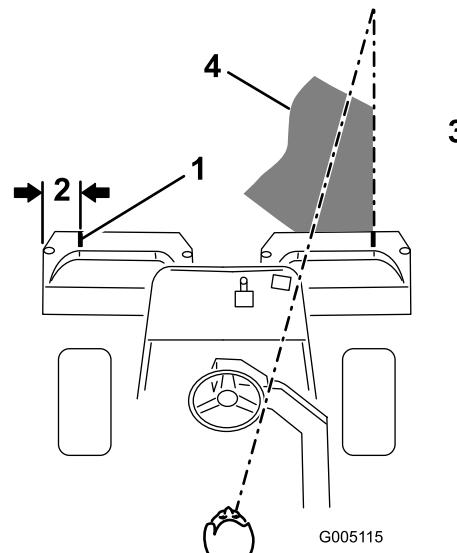

Bild 9
2. Bringen Sie einen Streifen weißen Isolierbands an jedem Korb an, oder zeichnen Sie eine Linie. Das Isolierband bzw. die Linie sollte parallel mit der äußeren Kante jedes Körbes verlaufen (Bild 9).